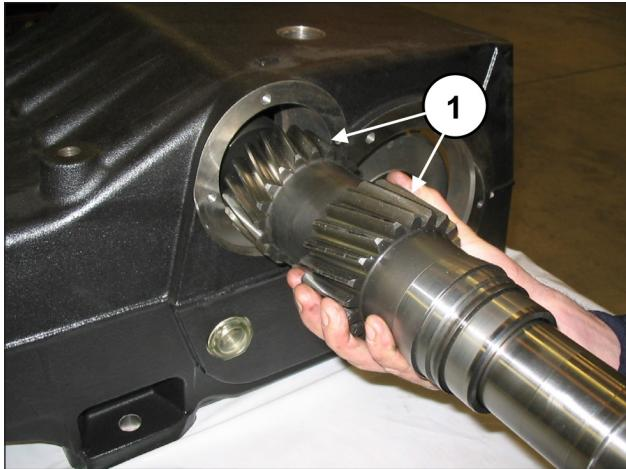

Fig. 55
Inserire l'albero PTO premontato all'interno del carter (pos. ①, Fig. 55) inserendolo dalla parte opposta a quella in cui sono stati premontati l'anello esterno del cuscinetto e la bussola di lubrificazione cuscinetti.
**L'inserimento dell'albero PTO nel carter deve essere effettuato in modo che la dentatura risulti orientata come in Fig. 55.**